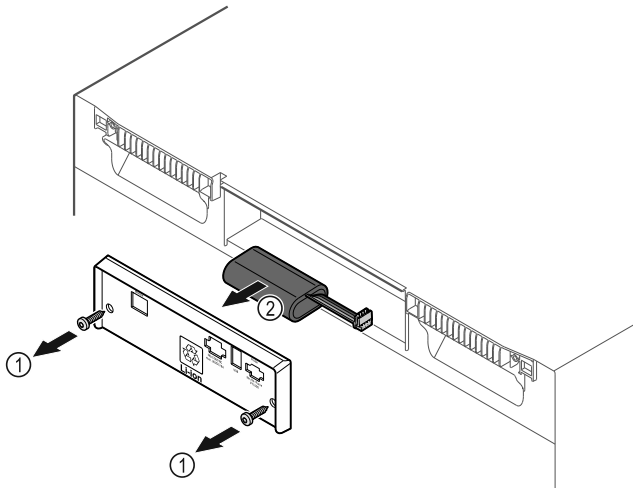

Fig. 173
- ▶ Desenrosque los tornillos y retire la tapa de la parte posterior del electrodoméstico Fig. 173 (1).
- ▶ Desconecte y retire la batería Fig. 173 (2).